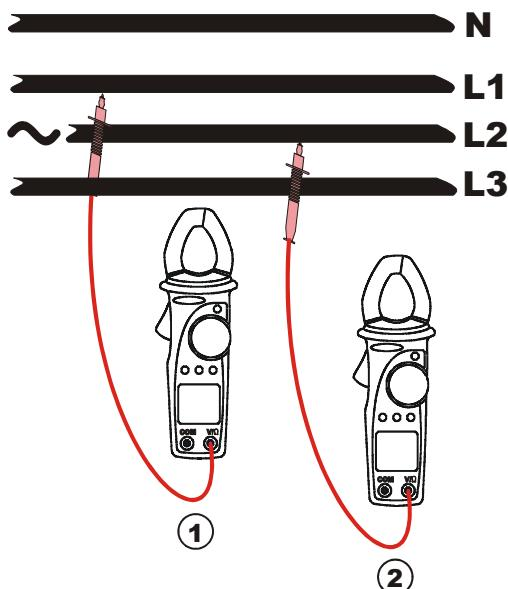
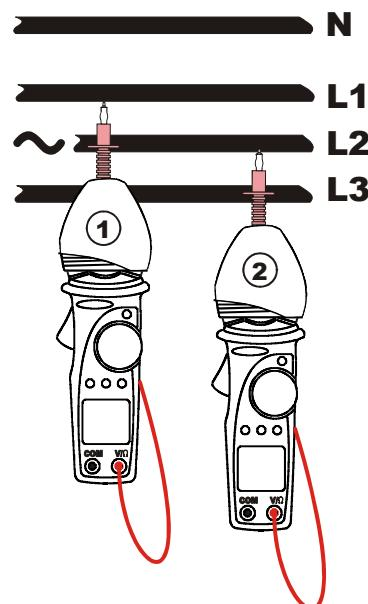

Fig. 12: detección de la secuencia de fases
Fig. 13: detección de la secuencia de las fases con capuchón de goma
4. Conecte la punta roja a la fase L1 (vea la Fig. 12, 1a medida). En alternativa use el práctico capuchón de goma para alojar la punta roja (vea Fig. 13, 1a medida).
9. Posicione la punta en la Fase L2 (vea las Fig. 12 o Fig. 13 2a medida).